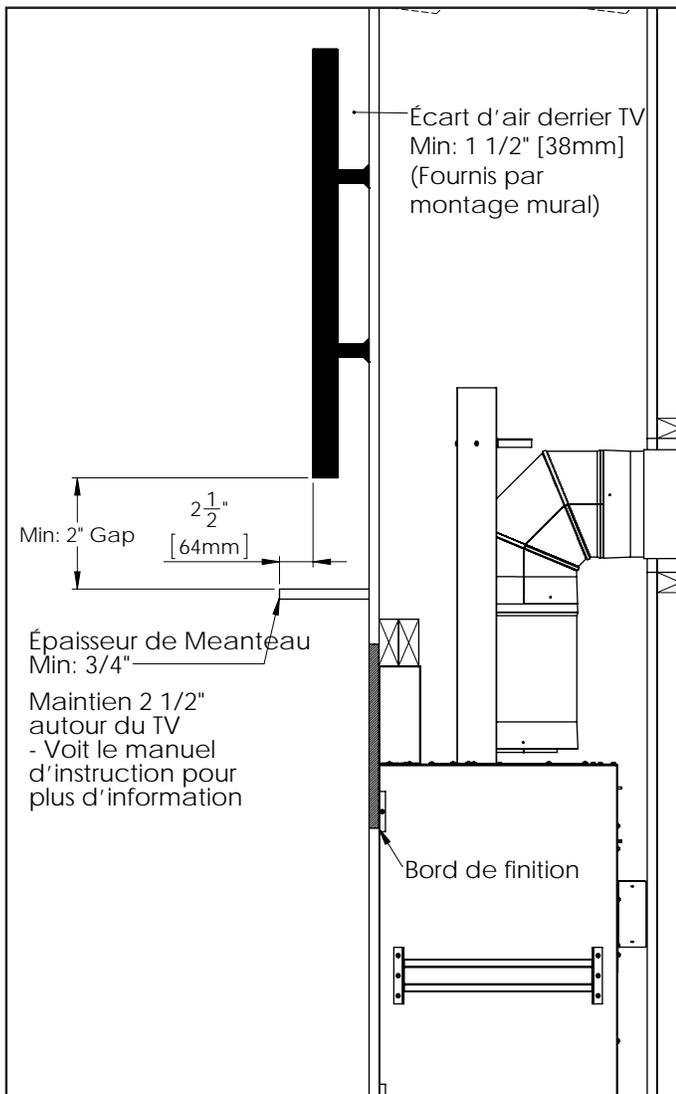

Figure 44: Dégagement Minimum d'Installation de TV
**Par dessus l'appareil :** Un minimum de **13 3/4" (350mm)** de matériau non combustible doit être utilisé au-dessus de la boîte de combustion. Le non combustible est requis uniquement comme illustré dans la Figure 44.